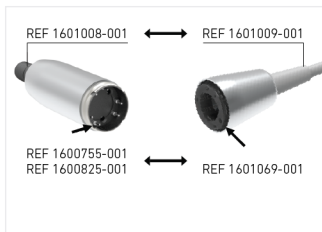

ABB. 2
1. Die Motoren MOT MX-i (REF. 1600825-001) & MOT MX-i LED (REF. 1600755-001) werden zusammen mit dem Netzkabel (REF 1601069-001) geliefert. **ABB. 2.**
2. Der Motor MOT MX-i 3RD GEN (REF. 1601008-001) wird zusammen mit dem Netzkabel (REF. 1601009-001) geliefert, siehe **ABB. 2.** Prüfen Sie, ob die Rückseite des Motors und der Kabelstecker sauber und trocken sind.
- Positionieren Sie den Motor und das zugehörige Kabel wie in **ABB. 2** dargestellt (Die Positionierhilfe muss sich vor dem Loch befinden). Drehen Sie dieses in die exakte Position und drücken Sie es in den Motor ein. **ABB. 3**.